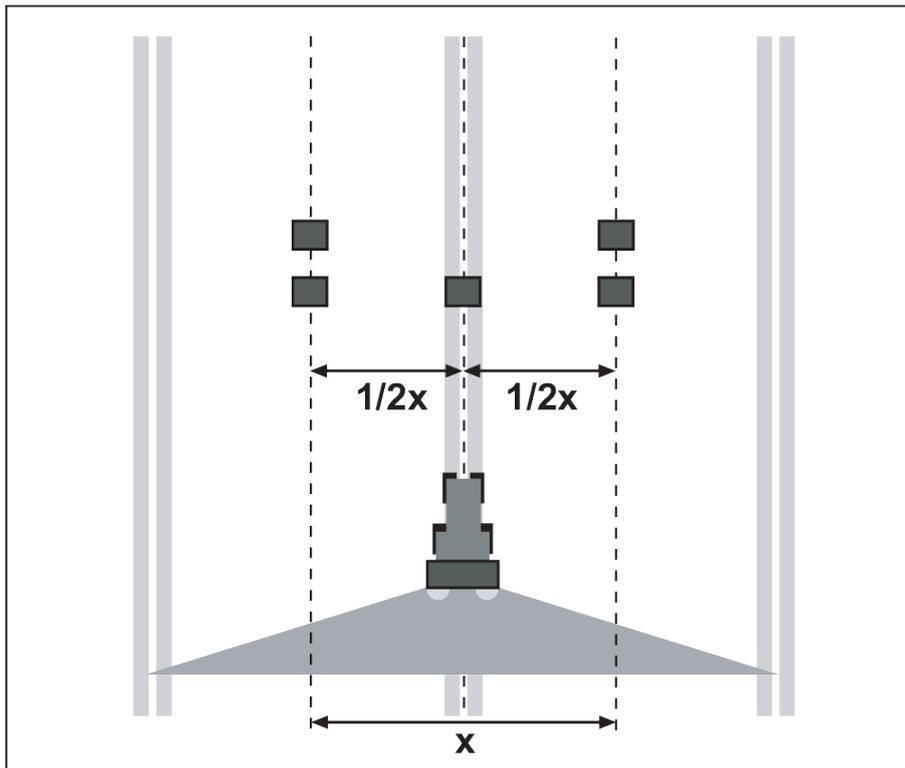

Abb. 51: Aufstellung für eine Überfahrt
- ▶ Je zwei Auffangschalen im Abstand von **1 m** hintereinander in den Überlappungszonen (zwischen den Fahrgassen) und eine Auffangschale in der Fahrspur aufstellen (entsprechend Abb. 51)